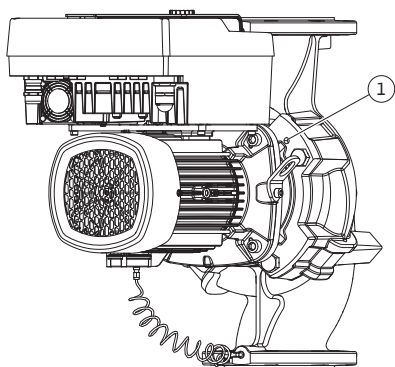

Fig. 11: Įstatomojo modulio nustūmimas naudojant sriegiams skirtas angas (atsižvelgiant į siurblio tipą)
5. Nuo siurblio korpuso atlaisvinkite įstatomąjį modulį (žr. Fig. 4). Priklausomai nuo siurblio tipo (žr. Fig. I ... III), galimos skirtingos procedūros: kai siurblio tipas yra Fig. I, atlaisvinkite 29 poz. varžtus. Nustumkite įstatomąjį modulį nuo siurblio korpuso. Fig. II ir Fig. III. pavaizduoto siurblio tipo atveju šiam tikslui naudokite dvi gręžtines angas (Fig. 11, 1 poz.). Naudokite tinkamus, į komplektaciją įeinančius ir vietoje įsukamus varžtus (pvz., M10 x 25 mm).
5. Nustumkit įstatomąjį modulį (žr. Fig. 4) nuo siurblio korpuso. Tam naudokite dvi sriegiams skirtas ąsas (žr. Fig. 11). Norėdami atlaisvinti modulį, į sriegines ąsas įsukite tinkamo ilgio M10 varžtus.